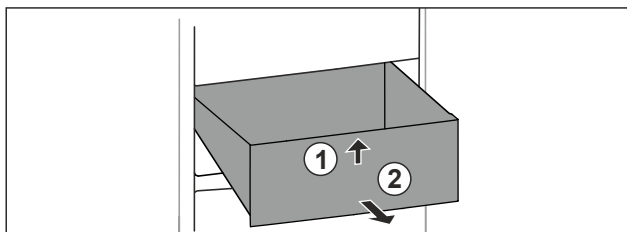

Fig. 104
- ▶ Nadzvedněte zásuvku vpředu. Fig. 104 (1)
- ▶ Vyjměte zásuvku dopředu. Fig. 104 (2)